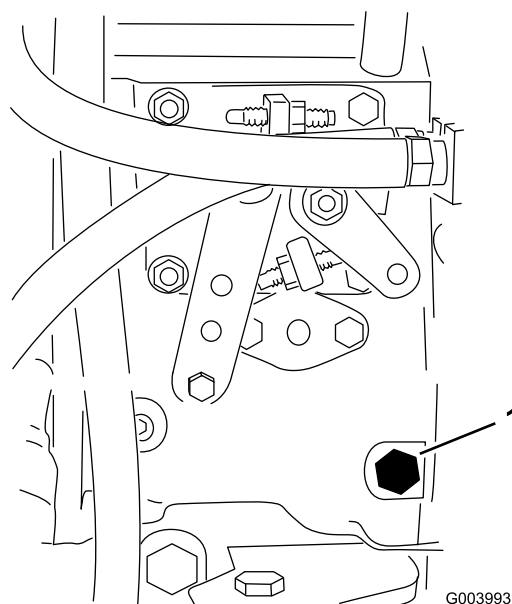

Figura 31
3. Con una chiave di 12 mm aprite la vite di spurgo dell'aria, situata sulla pompa di iniezione del carburante (Figura 31).